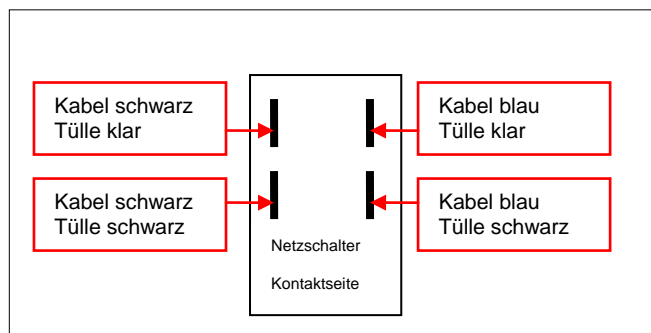

Abb. 34 Netzschalter Anschlussbelegung
- Netzschalter tauschen, Kabel wie in Abb. 34 montieren.